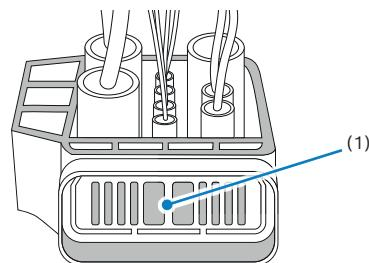

Figure 3
15. Déverrouiller et débrancher la prise X26 du faisceau de câbles (figure 3) :
- déposer l'arrêteoir (1).